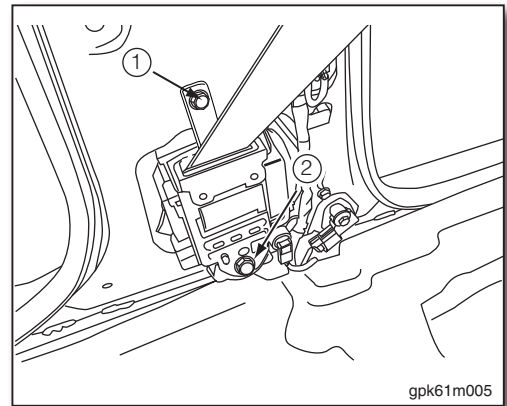

图5
7. 拆下座椅安全带预张紧器的固定螺栓 ①、② (如图5)。